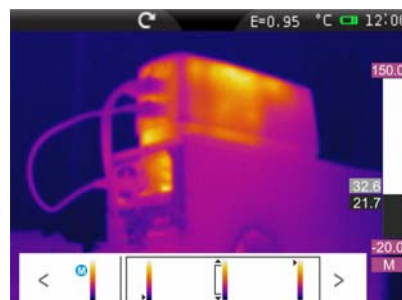

Abb. 58: Die gleichzeitige Einstellung Stufen niedriger und hoher Temperatur
6. Berühren Sie die Symbole "↕" auf die gleichzeitige Einstellung von Nieder-und Hochtemperatur. Berühren Sie die Symbole "<" oder ">" für die Regelung der Temperaturwerte mit der Farbpalette zugeordnet ist, um die gewünschte Wirkung zu erzielen (siehe Abb. 58)